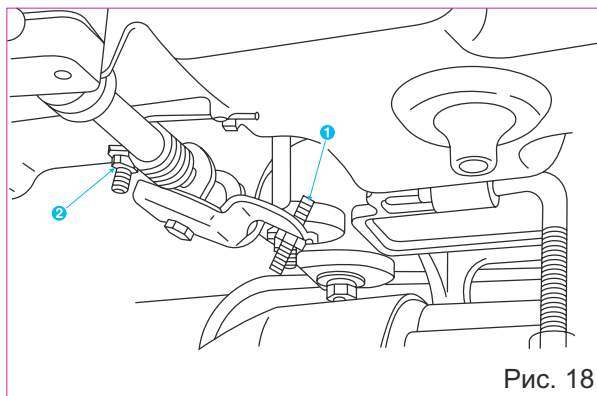

Рис. 18
2. Вы можете отрегулировать высоту подъема лапки до 13 мм с помощью винта (1), рис.18.
4. Винтом (2) устраняется холостой ход толкателя (рис. 18).